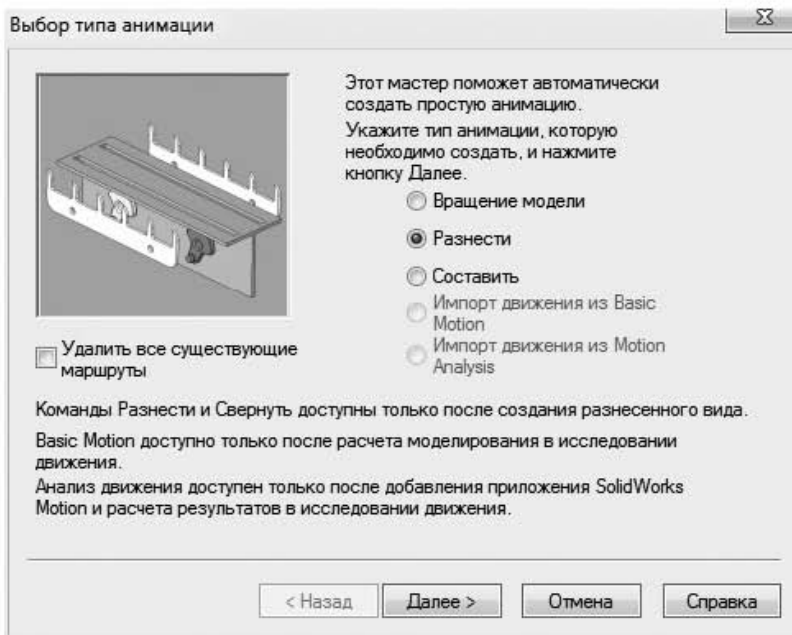

Рис. 6.54. Диалоговое окно команды Помощник для создания анимации
10. Вызовите команду Помощник для создания анимации . В диалоговом окне выберите тип анимации — Разнести (рис. 6.54). Нажмите на кнопку Далее.